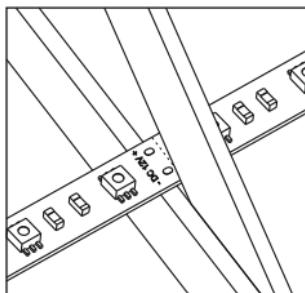

Рисунок 2
– при необходимости разрезать ленту по специально нанесённой разметке. Линия отреза располагается между площадками для спайки (рисунок 2). Минимальный участок отреза – три светодиода;